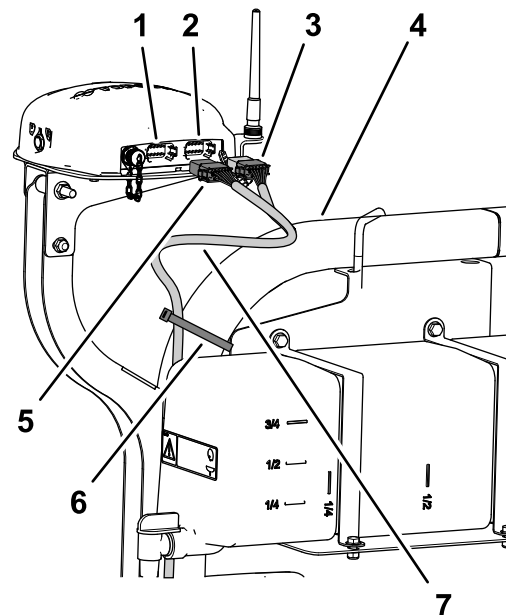

図 196
2. データ用ハーネスの 390cm の枝線を、ROPS 右側に沿って配設し、12ソケットコネクタ 灰色 と 12ソケットコネクタ 黒色 をナビゲーション受信機まで導く 図 196。
- 図 196 のように、ケーブルタイ2本を使って、データ用ハーネスの390cm 枝線を右側 ROPS チューブに固定する。